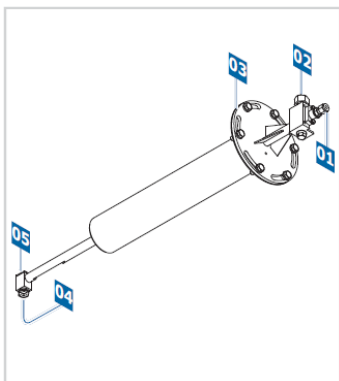

Fig. 7 – Lancia iniettore
3. La testa dell'iniettore (fig. 7 – 05) deve cadere in corrispondenza del centro della sezione trasversale del tubo di miscelazione in modo che l'ugello (fig. 7 - 04) posto nella testa sia allineato all'asse del tubo di miscelazione. **Prima di saldare il tronchetto provare che la posizione dei fori permetta alla flangia asolata dell'iniettore di essere ruotata convenientemente per posizionare la testa dell'iniettore lungo il centro asse. Si consiglia anche l'uso di una bolla per verificare la planarita' della flangia del tronchetto.**